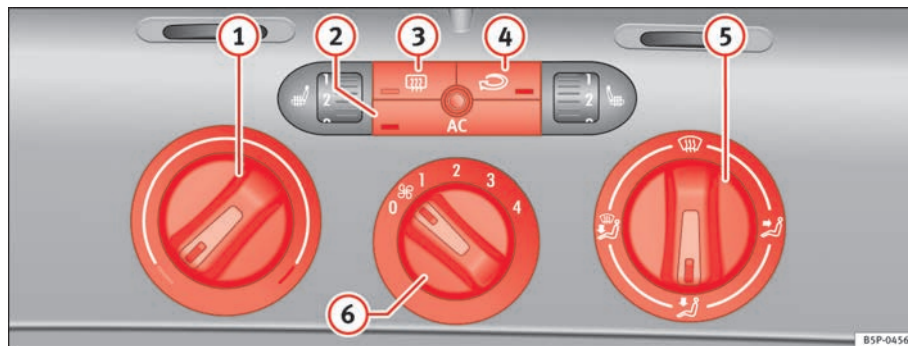

Abb. 126 In der Instrumententafel: Bedienelemente der Climatic
- Mit den Reglern ⇒ Abb. 126 ① und ⑤ und mit dem Schalter ⑥ stellen Sie die Temperatur, die Luftverteilung und die Gebläsestufe ein.
- Drücken Sie die jeweilige Taste ②, ③ oder ④, um eine Funktion ein- oder auszuschalten. Bei einer eingeschalteten Funktion leuchtet das Fenster unten an der Taste auf.
① Temperaturregler ⇒ Seite 161.
② Taste [AC] – Kühlanlage ein-/ausschalten ⇒ Seite 161
③ Taste [Heckscheibenbeheizung] – Heckscheibenbeheizung. Etwa 20 Minuten nach dem Einschalten wird die Beheizung automatisch ausgeschaltet. Sie lässt sich vorzeitig durch Drücken der Taste ausschalten.
④ Taste [Umluftbetrieb] – Umluftbetrieb ⇒ Seite 163
⑤ Luftverteilungsregler ⇒ Seite 161.
⑥ Gebläseschalter. Der Luftstrom ist in vier Stufen einstellbar. Das Gebläse sollte immer bei langsamer Fahrgeschwindigkeit in niedriger Stufe mitlaufen.
- Schalten Sie die Klimaanlage mit der Taste $\Rightarrow$ **Seite 160, Abb. 126**  ein.